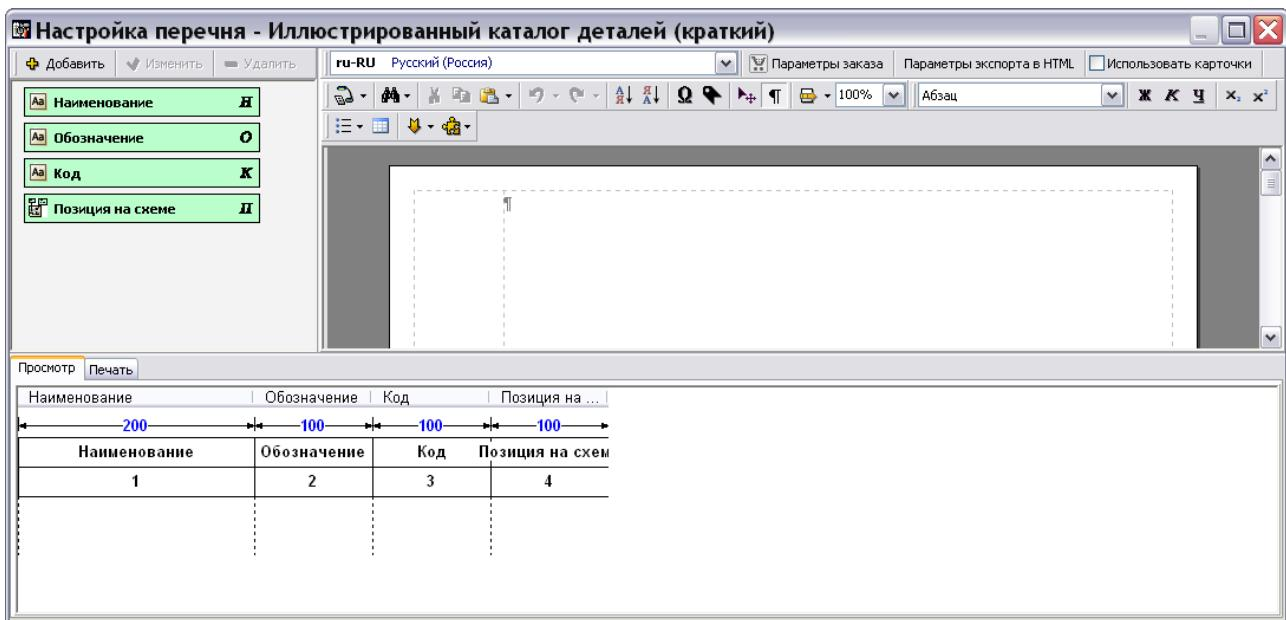

Рис. 3.15
5. Нажмите на кнопку  . Если при создании проекта не заданы языки, то редактирование шаблона электронного каталога невозможно. При нажатии на кнопку **Применить** появится предупреждение об этом. Если языки проекта указаны, то созданный шаблон документа появится в списке шаблонов в окне **Шаблоны документов** и сразу откроется для редактирования (Рис. 3.15).
В редакторе шаблона каталога автоматически создаются четыре обязательных атрибута электронного каталога (Рис. 3.15):
1. В окне **Настройка перечня** выделите атрибут **Наименование** (Рис. 3.15).